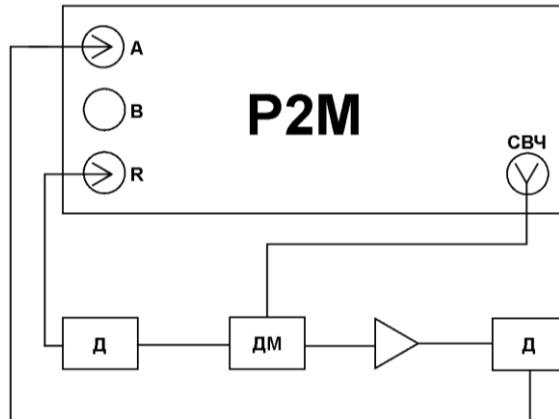

Рисунок 12. Общая схема измерения компрессии устройства с использованием опорного канала.
В качестве примера проведем измерение компрессии сверхширокополосного маломощного усилителя СВЧ-сигнала LNA20/1 по схеме, приведенной на рис. 12.
11. Подключить измеряемое устройство, как показано на рис. 12.